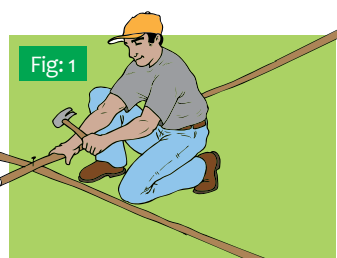

Fig: 1
2. Coloque las dos varas en forma de "V" invertida, clave 10 cm. hacia abajo donde se juntan las dos puntas, dejando el clavo ligeramente salido para amarrar la plomada (Fig.1).